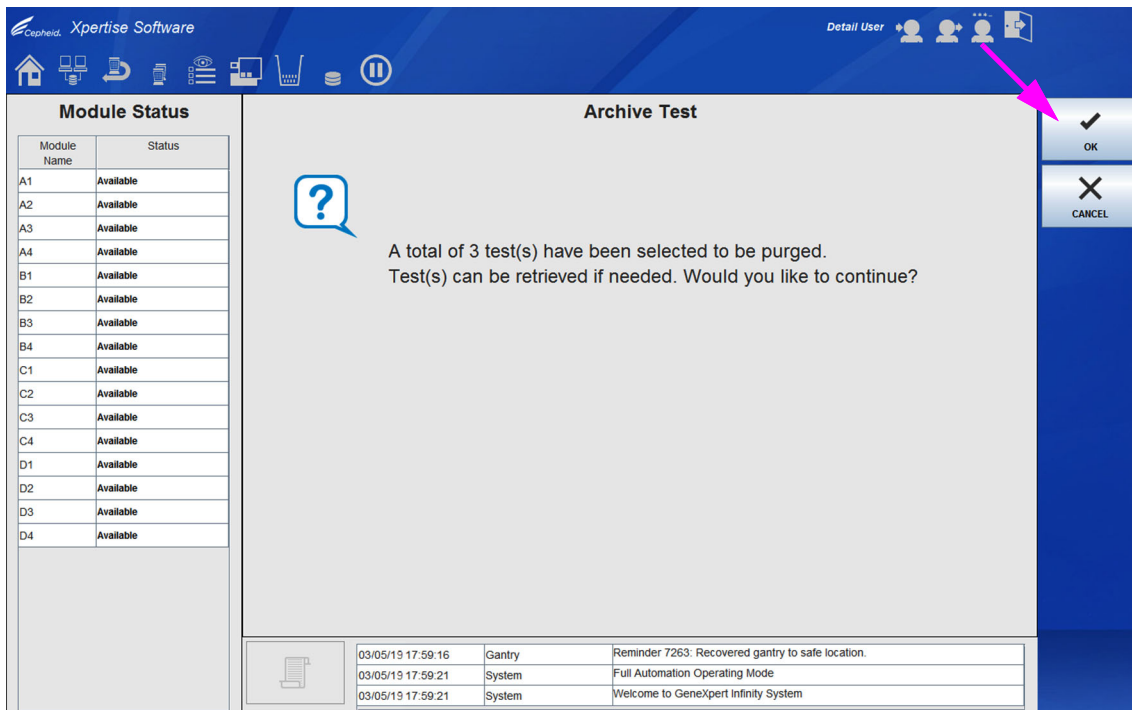

図 5-137. テストのアーカイブワークスペース - パージの確認
7. **アーカイブ後にリストから選択したテストを削除する（月 1 回推奨）（Purge Selected Tests from List After Archiving（Recommended Monthly））** オプションが選択されている場合、アーカイブが成功すると確認ワークスペースが表示されます（図 5-137 を参照）。**OK** ボタンを選択して、テストをパージすることを確認します。